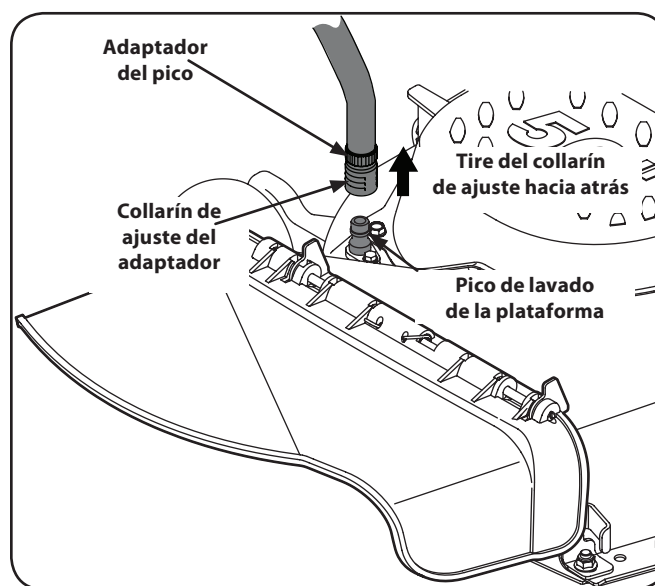

Figura 6-1
- Tire hacia atrás el collarín de ajuste del adaptador del pico y empuje el adaptador hacia uno de los picos de lavado de plataforma de cualquiera de los dos extremos de la plataforma de corte. Suelte el collarín de ajuste para trabar el adaptador en el pico. Vea la Figura 6-1.